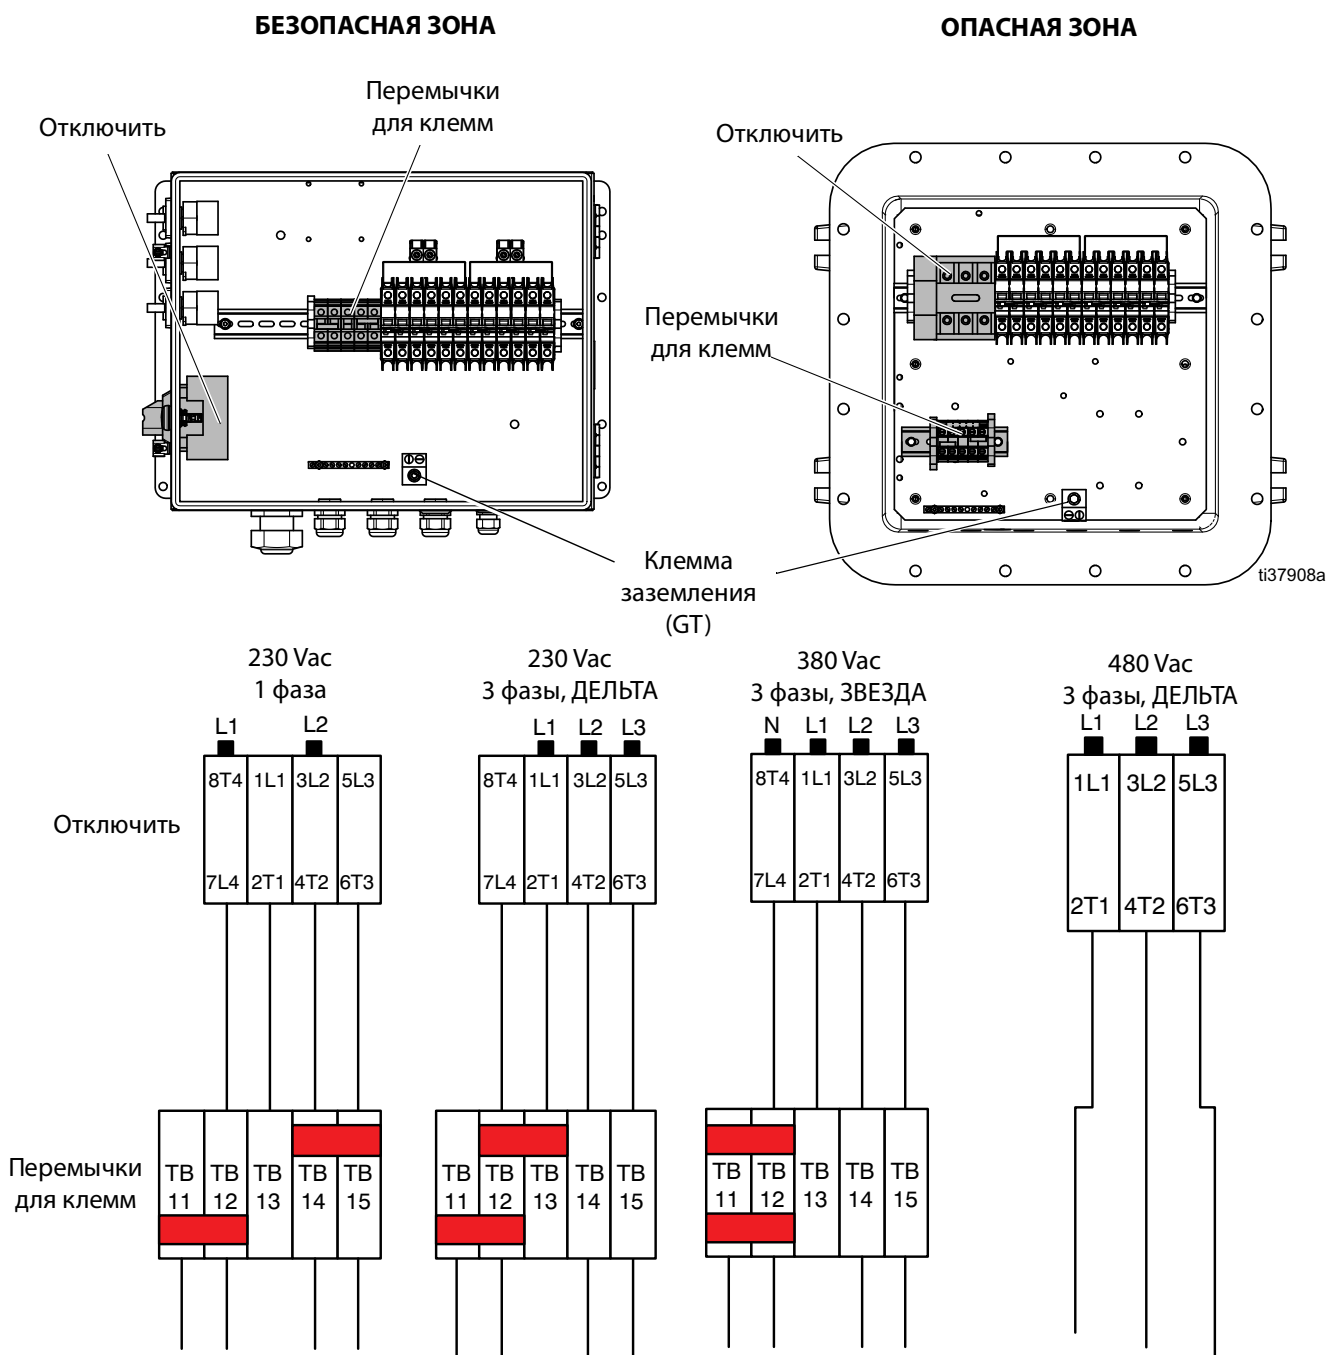

Рис. 7: Схема подключения XM
4. Подсоедините провод заземления к клемме заземления (GT). См. Рис. 7, стр. 29.
5. Подключите шнур питания к разъему, как показано на Рис. 7, страница 29. Затяните провода с моментом 6,2 Н•м (55 дюйм-фунтов). Легко надавите на все соединения, чтобы убедиться в том, что они зафиксированы должным образом.
7. Установите входящие в комплект клеммные перемычки в положения, показанные на Рис. 7, стр. 29.
8. Проверьте, чтобы все компоненты были надлежащим образом подключены, как показано на Рис. 7, стр. 29, затем закройте дверцу электрического корпуса.